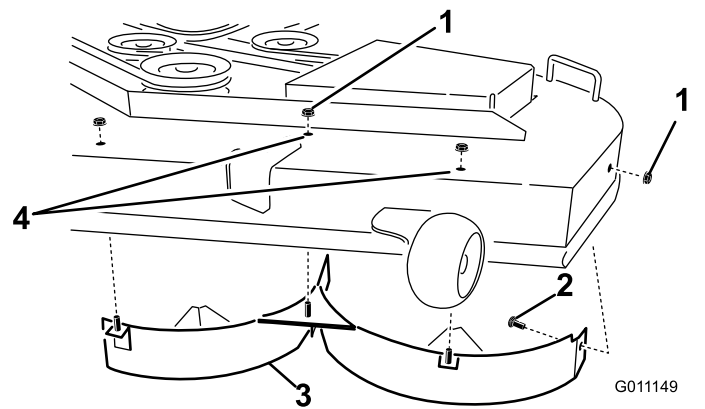

Figura 32
5. Rimuovete i 3 dadi di bloccaggio (5/16") fissati sui perni saldati del deflettore sinistro in posizione centrale, a sinistra del centro ed estrema sinistra sulla parte superiore del piatto di taglio (Figura 32).
6. Rimuovete il bullone a testa tonda e il dado di bloccaggio che fissano il deflettore sinistro al lato del piatto di taglio (Figura 32).
7. Staccate il deflettore di sinistra dal piatto di taglio (Figura 32).
8. Individuate i 2 bulloni tra le parti sciolte e utilizzate i dadi di bloccaggio esistenti e montate questi elementi di fissaggio nei fori illustrati nella Figura 32, sul piatto di taglio, per prevenire il rischio di detriti volanti.